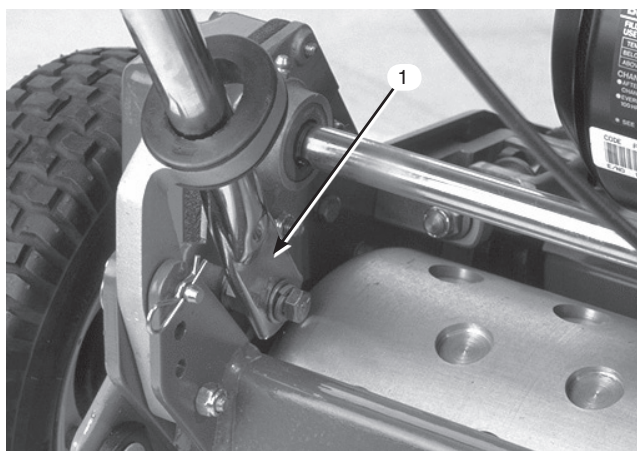

図2
5. ハンドルの端を内側にたわめながら、取り付けピンに通す (図2)。
6. 先ほど外したキャップスクリューとワッシャとロック・ワッシャを使って、ハンドルの端部を取り付けピンに固定する (図2)。
7. 先ほど外したキャップスクリューとロック・ワッシャを使って、ハンドル・アームの下部を機体の左右に固定する (図2)。ハンドル・アームの取り付け穴にブッシュを入れるのを忘れないこと。
8. 先ほど取り外したヘアピン・コッターとリング・ピンを使ってハンドル・アームをフレームに固定する (図2)。